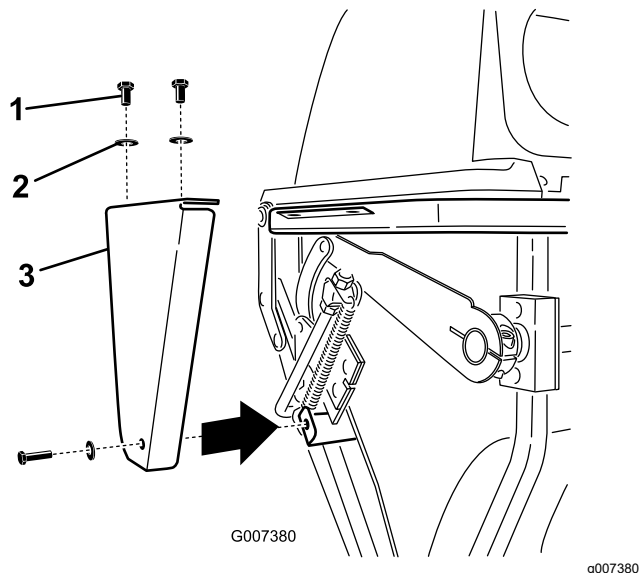

Figure 54
1. Déposez la plaque latérale de chaque côté du système de ramassage (Figure 54).